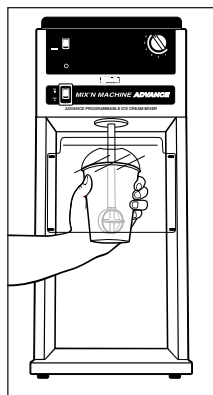

Рисунок 2
4. Установите чашку в держатель для чашки (см. Рисунок 1). Прочно удерживая чашку (с крышкой или фланцем) в руке (с боков, а не снизу), поместите ее под щиток от разбрызгивания. Подведите ее под мешалку и поднимите так, чтобы мешалка коснулась дна чашки. См. Рисунок 2.